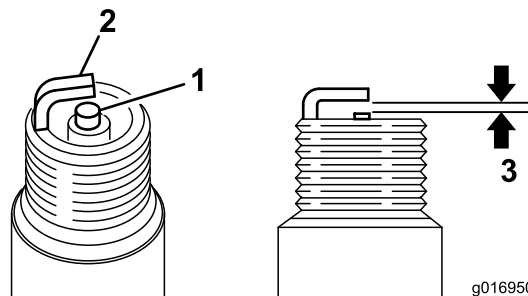

Figure 36
3. Réglez l'écartement des électrodes entre 0,6 et 0,7 mm (Figure 36). Posez la bougie avec l'écartement correct et serrez-la fermement à 23 Nm.